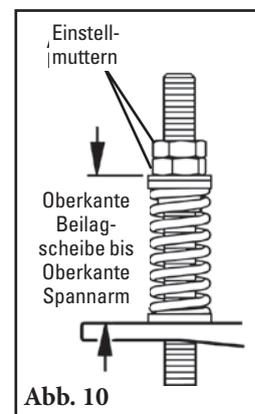

Abb. 10
16. Die richtige Blattspannung einstellen. Die der Blattbreite entsprechende Federlänge dem Diagramm auf der Halteplatte der Gewindestange (ebenfalls weiter unten dargestellt) entnehmen. Den Schwenkarm leicht in Richtung des Endes des Spannarm-Langlochs ziehen, das der Steckachse am nächsten ist und an den Einstellmuttern drehen, bis die erforderliche Federlänge erreicht ist (Abb. 10). Oberste Einstellmutter festziehen.